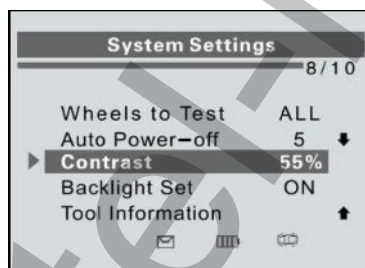

Рисунок 2-16
1) В окне **System Settings [Параметры системы]** с помощью **кнопок прокрутки вверх/вниз** выберите пункт **Contrast [Контрастность]**, а затем нажмите кнопку **Y**. См. рисунок 2-16.